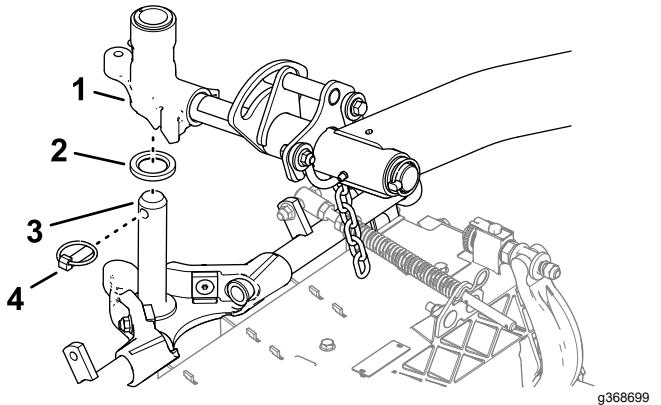

Figure 27
- Glissez une unité de coupe sous le bras de levage (Figure 27).